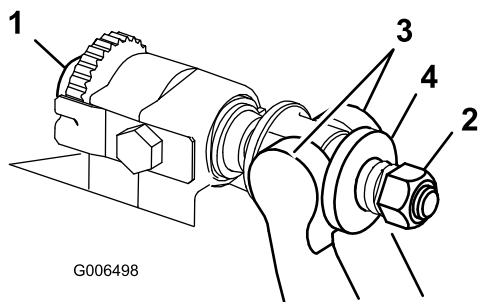

図 34
- ベッドバー調整ネジ図 34を左に回してベッドナイフとリールの接触をなくす。
- スプリングテンション・ナットをゆるめて、ワッシャがベッドバーを全く押さないようにする図 34。